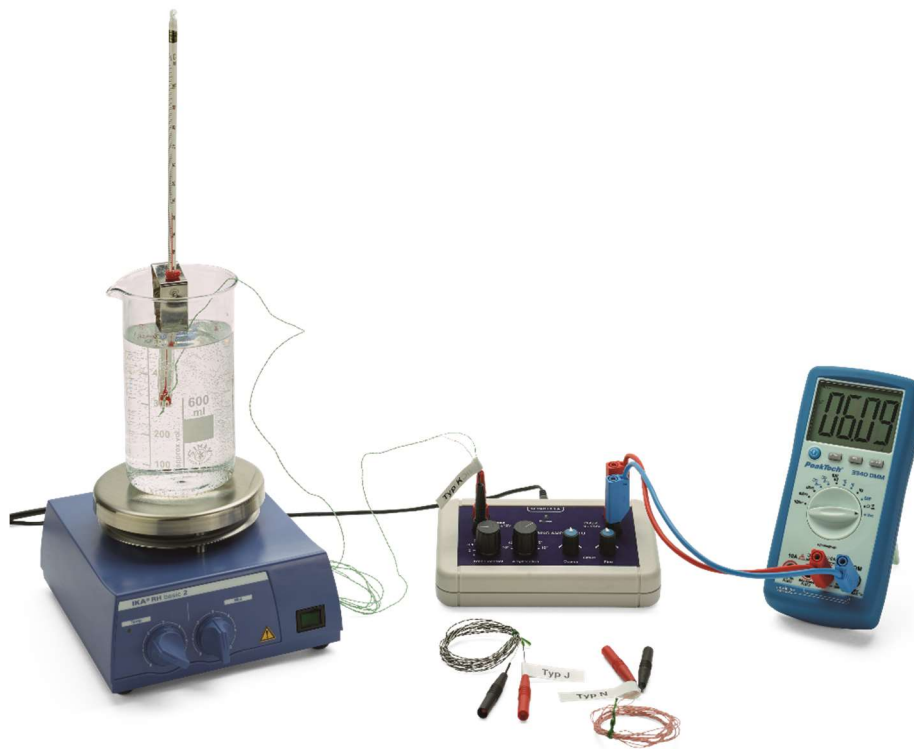

Fig. 1: Montagem da experiência
- Montar a experiência conforme Fig. 1.